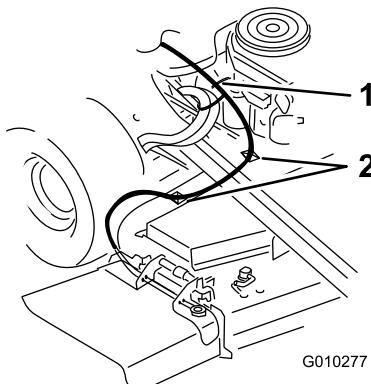
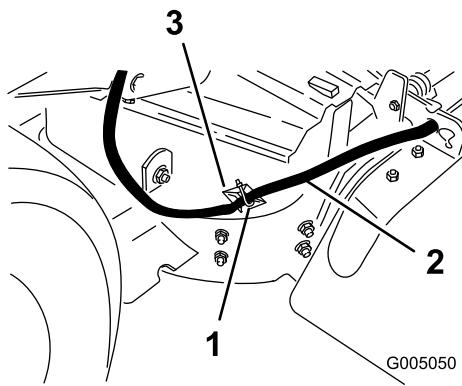

Figura 9
Figura 10
2. Sujete los cables a la plataforma del motor con sujetacables de plástico y soportes autoadhesivos (Figura 9 y Figura 10).